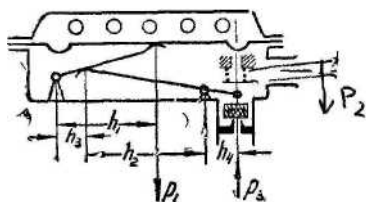

Рис. 4.
1) двухступенчатый автомат с клапаном, закрывающимся против движения воздуха (рис. 4);
Одним из основных параметров легочного автомата является разрежение  $H$ , создаваемое легкими внутри корпуса прибора при вдохе. Для определения величины этого разрежения рассмотрим уравнение равновесия сил, действующих на подвижные элементы механизма легочного автомата, изображенного на рис. 4. На схеме:
Расчеты автомата этой конструкции имеют отличия от расчета автомата, изображенного на рис. 4. Рассмотрим эти отличия.
где  $\frac{h_1 h_2}{h_3 h_4}$  — соотношение плеч рычажной системы аналогично системе, изображенной на рис. 4;
Пружина, прижимающая клапан к седлу, выполняет иные функции, чем в автомате на рис. 4. Она должна поддерживать рычаги в поднятом положении при отсутствии давления под клапаном и в случае необходимости создавать дополнительный прижим клапана к седлу, обеспечивающий герметичность закрытого клапана. Таким образом, необходимое усилие, развиваемое пружиной, определится из формул: